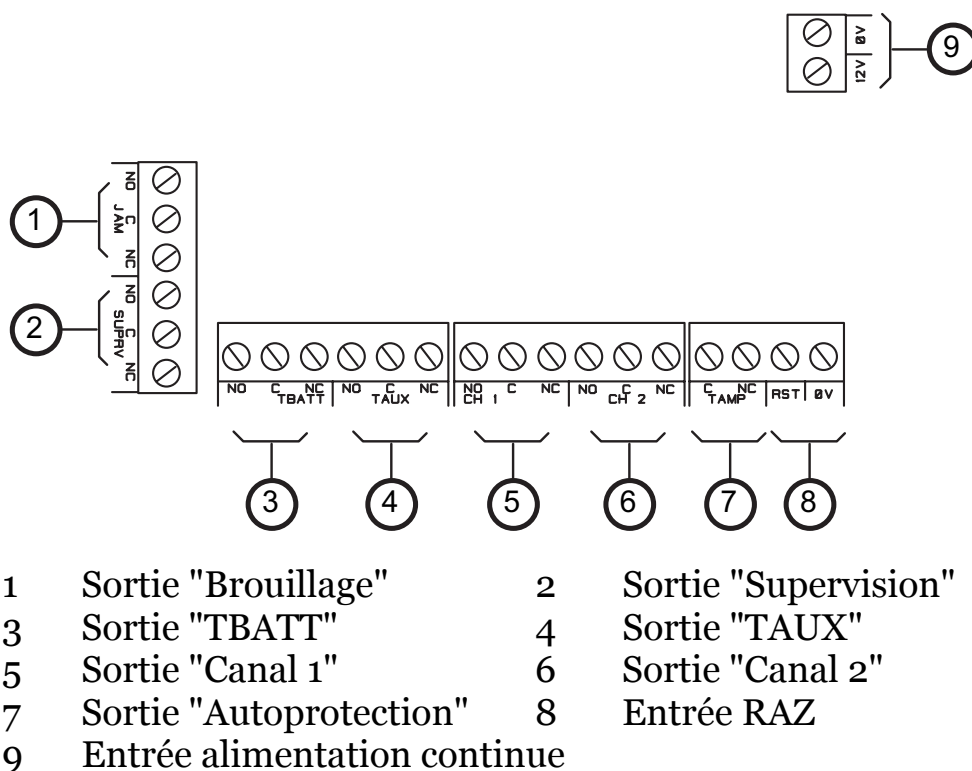

Figure 5. Connecteurs du circuit imprimé principal
Le 762r est pourvu d'un connecteur permettant la transmission d'un signal externe de RAZ (voir la figure 5). Le 762r peut ainsi être réinitialisé en appliquant un 0 Vcc à l'entrée de réinitialisation.
Le 762r est pourvu de 7 sorties à relais. La figure 2 montre leur emplacement tandis que la figure 5 montre les connecteurs auxquels elles sont raccordées. Les bornes NO, NF et Commun des relais sont des contacts secs unipolaires.
Le récepteur 762r peut être raccordé à une centrale d'alarme en utilisant les connecteurs se trouvant sur son circuit imprimé principal. La figure 5 ci-après présente de manière détaillée les connecteurs présents sur ce circuit imprimé.
1. Raccorder une source d'alimentation 12 Vcc au connecteur d'entrée d'alimentation continue du circuit imprimé (voir la figure 5).